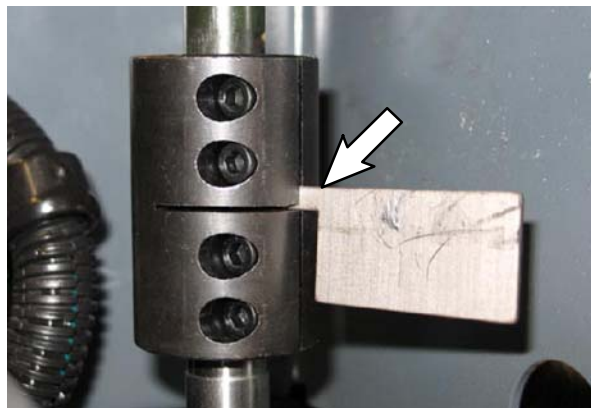

FIG. 40
14. Levante el eje de dirección (1) y vuelva a insertar el calzo (2) en el acoplamiento de dirección (3). (Fig. 40)